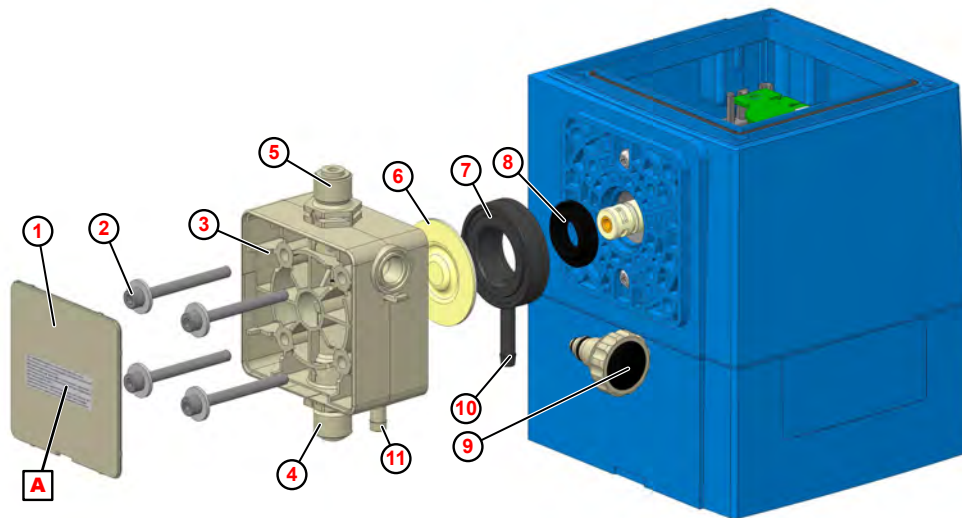

Fig. 103 : Remplacement de la partie supérieure de la pompe, de la membrane et de la membrane de protection
1. ➤ Dévisser les soupapes d'aspiration et de refoulement (Fig. 103 , ④ et ⑤).
2. ➤ Dévisser la vis de purge ⑨ (uniquement en cas de remplacement de la partie supérieure de la pompe).
3. ➤ Retirer la plaque de recouvrement ① de la tête de dosage.
4. ➤ Desserrer les vis de la partie supérieure de la pompe ② et les déposer.
5. ➤ Déposer la partie supérieure de la pompe ③ .
6. ➤ Dévisser la membrane ⑥ .
7. ➤ Retirer la plaque intermédiaire ⑦ .
8. ➤ Retirer la membrane de protection ⑧ du coulisseau.
10. ➤ Poser la plaque intermédiaire de telle sorte que l'évacuation pour rupture de membrane ⑩ soit dirigée vers le bas.